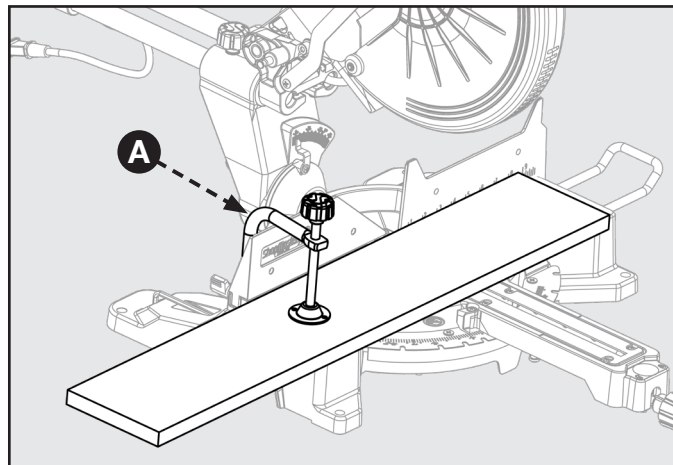

FIGURE 20
Lors de la coupe de pièces larges, telles que 2 po X 12 po, serrez la pièce sur la table de travail à l'aide d'un étau (A) comme illustré à la figure 20.